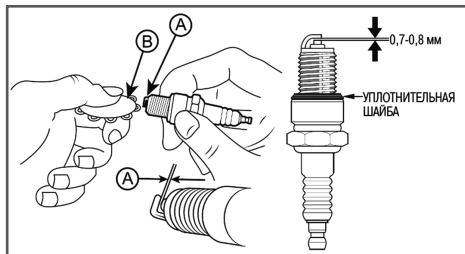

Рис. 22 Проверка зазора между электродами
4. Измерьте зазор А между электродами свечи зажигания специальным щупом В. Зазор А должен быть 0,7–0,8 мм (Рис. 22). При увеличении или уменьшении требуемого зазора, рекомендуется заменить свечу, так как регулировка зазора может привести к изменению качества искрообразования.